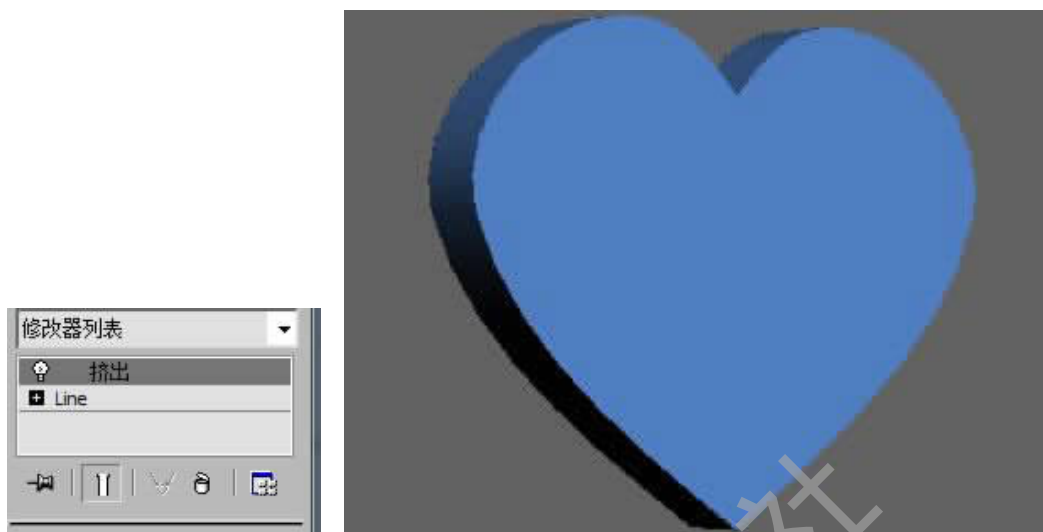

图 2-40 挤出修改器
Step 6. 选择心形,进入  修改面板,在修改列表中选择“挤出”修改器,如图 2-40。